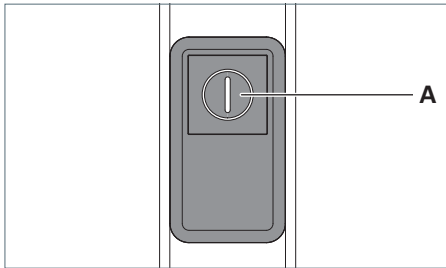

Fig. 25: Bedienelement.
- Drücken Sie die Taste **A** sieben Mal schnell hintereinander, siehe Fig. 25.
- Drücken Sie die Taste **A**, siehe Fig. 25. oder
- Drücken Sie die Taste **A** und halten Sie diese Taste gedrückt, siehe Fig. 25. oder